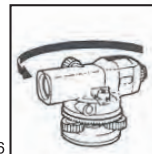

Рис.6
2) Поверните прибор на 180°. (Рис.6)